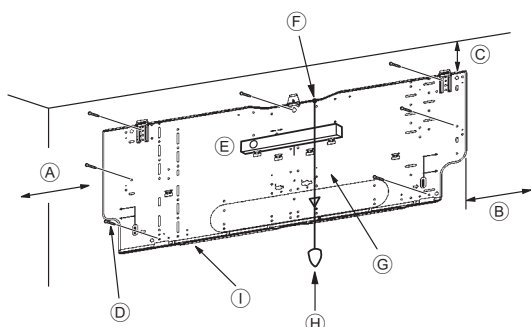
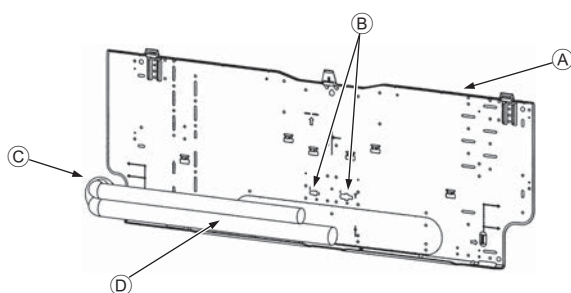

Fig. 3-4
Fig. 3-5
■ PKFY-P-VKM-E (Fig. 3-4)
- D Vis de fixation (4 × 25) ②
- I Planche d'installation ①
3.3. Lors de l'insertion des tuyaux dans le mur (Fig. 3-5)
- A Planche d'installation ①